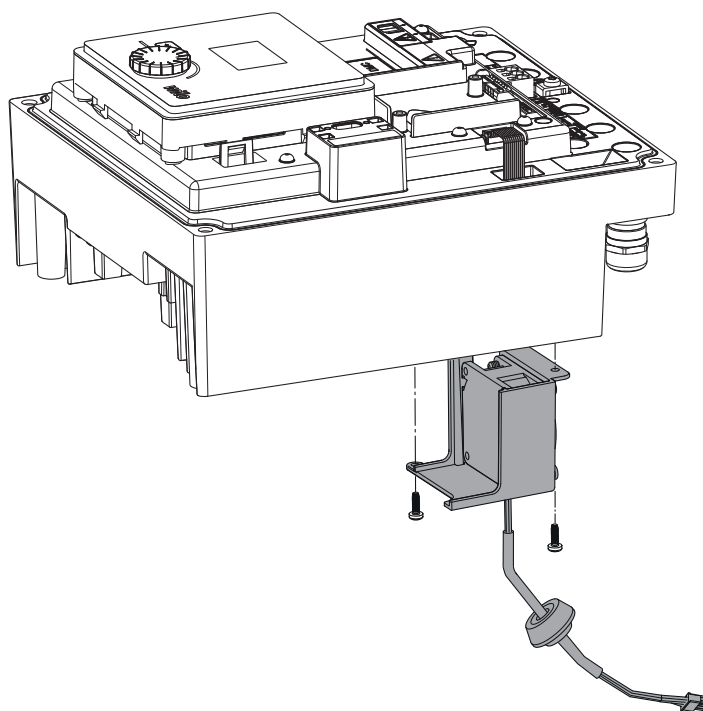

Fig. 45: Rimuovere il ventilatore del modulo, inclusi cavo e guarnizione in gomma
- Aprire il coperchio del modulo elettronico. (Fig. 45).